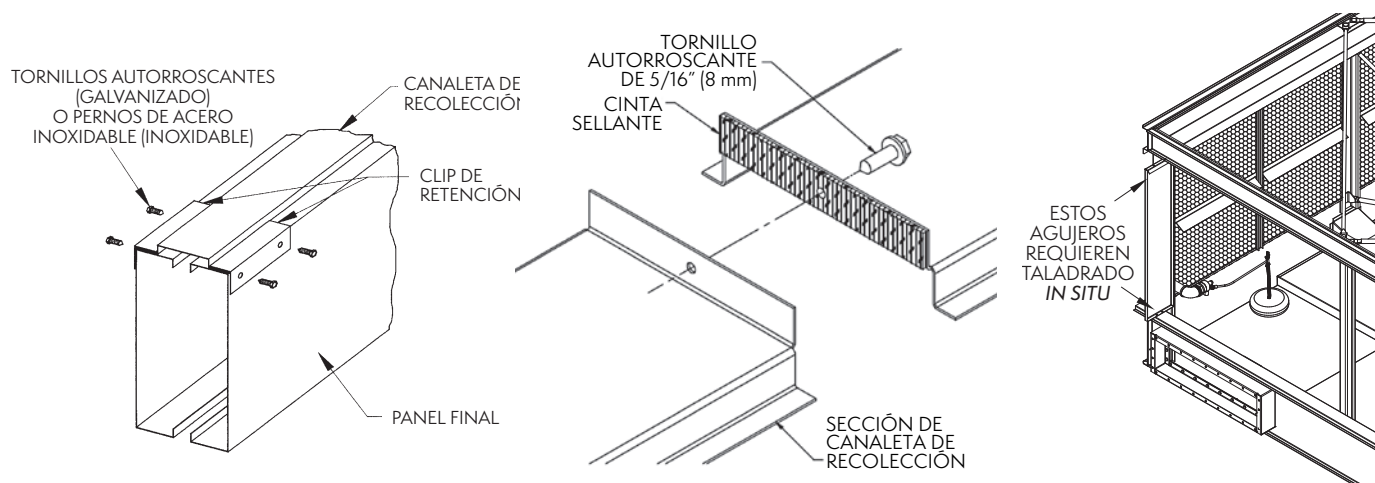

Figura 3a — Instalación de la canaleta de recolección y la protección de salpicadura vertical
10. Coloque la protección de salpicadura vertical en el pliegue de los soportes verticales. En las unidades galvanizadas, una la protección de salpicadura vertical usando tornillos autorroscantes de 5/16" (8 mm). Para las unidades de acero inoxidable, una las protecciones de salpicadura vertical usando tuercas y pernos de acero inoxidable de 5/16" (8 mm). (ver **Figura 3a**).
11. Una vez que la parte inferior de la protección de salpicadura vertical se ha adjuntado a la canaleta de recolección, coloque la canaleta de tapón en las pestañas superiores de la sección inferior, como se muestra en la **Figura 3a**. Únala a las protecciones de salpicadura vertical usando tornillos autorroscantes (para unidades galvanizadas) o tuercas y pernos (para unidades de acero inoxidable) de 5/16" (8 mm).